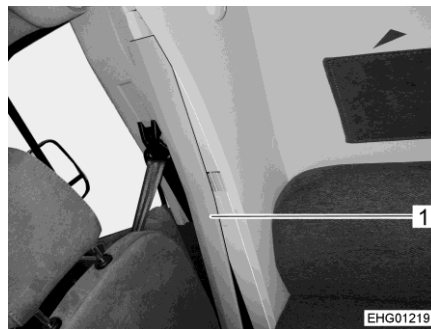

Fig. 131 Rivestimento montante B (Ford)
Il portafusibili è installato sulla parete di raccordo. Per procedere alla sostituzione di un fusibile è necessario rimuovere il rivestimento (Fig. 131,1) del montante B.
- Rimuovere il rivestimento del montante B (Fig. 131,1). A tale scopo, staccare la chiusura in velcro e rimuovere i collegamenti a vite.
- Rimuovere il rivestimento del montante B (Fig. 131, 1). Staccare la chiusura a velcro e rimuovere i collegamenti a vite.